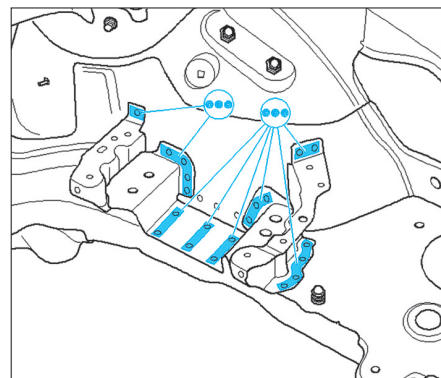

FIG. 9
- Souder par points bouchon l'insert de support moteur droit (Fig.9).